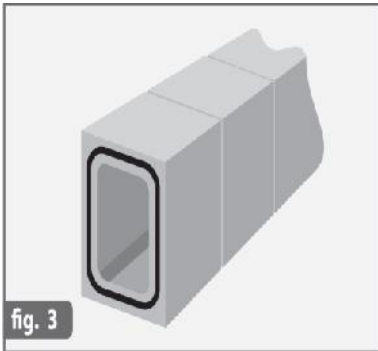

fig. 3
- Sigilarea imbinarilor dintre elementele prefabricate din beton (fig. 3) cum ar fi :